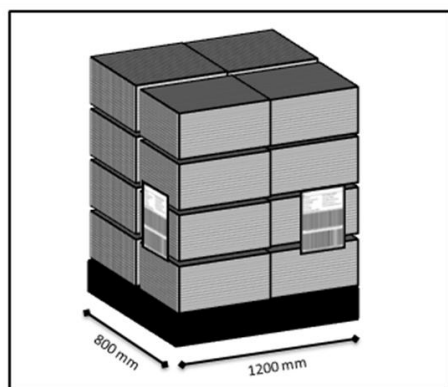

Figura 8 – Colocação de Etiqueta GS1-128 / EAN128 em Paletes mono-referência/lote/validade
- As etiquetas têm de ser colocadas à direita, no topo e no lado direito da paleta no vitafilme (Figura 8).